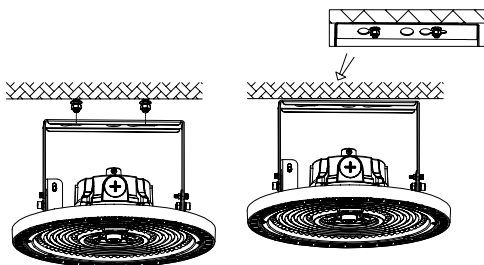

Figure 4
2. Branchement électrique : une fois le luminaire monté, branchez les fils du luminaire au réseau électrique conformément aux codes et aux réglementations locaux en matière de câblage. (Voir la figure 4)